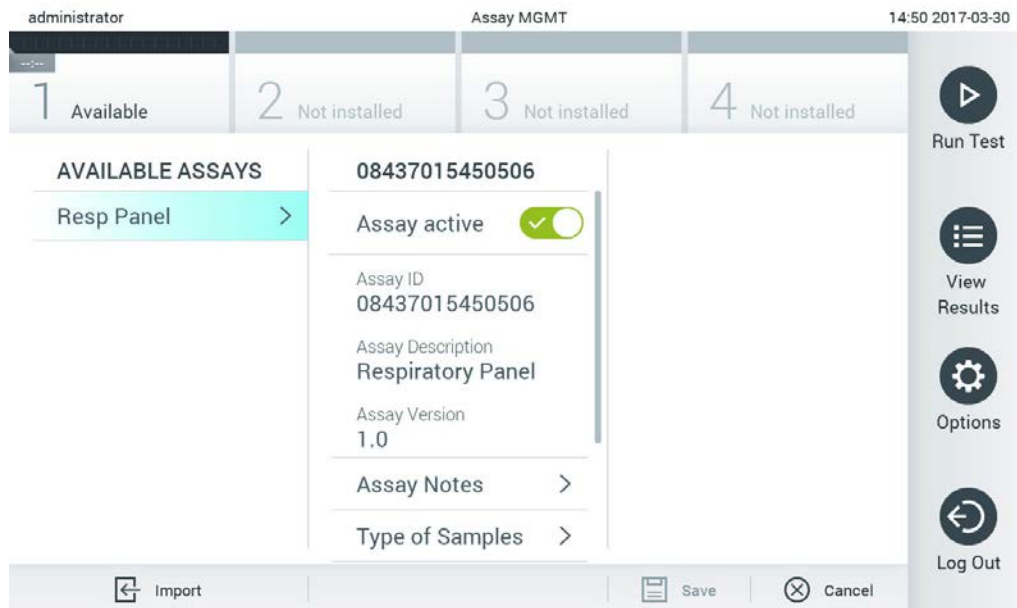

Figura 59. Gestionarea testelor disponibile.
1. Apăsați butonul **Options** (Opțiuni), apoi butonul **Assay Management** (Gestionarea testelor) pentru accesarea ecranului **Assay Management** (Gestionarea testelor). Testele disponibile sunt enumerate în prima coloană a zonei de conținut (Figura 59).